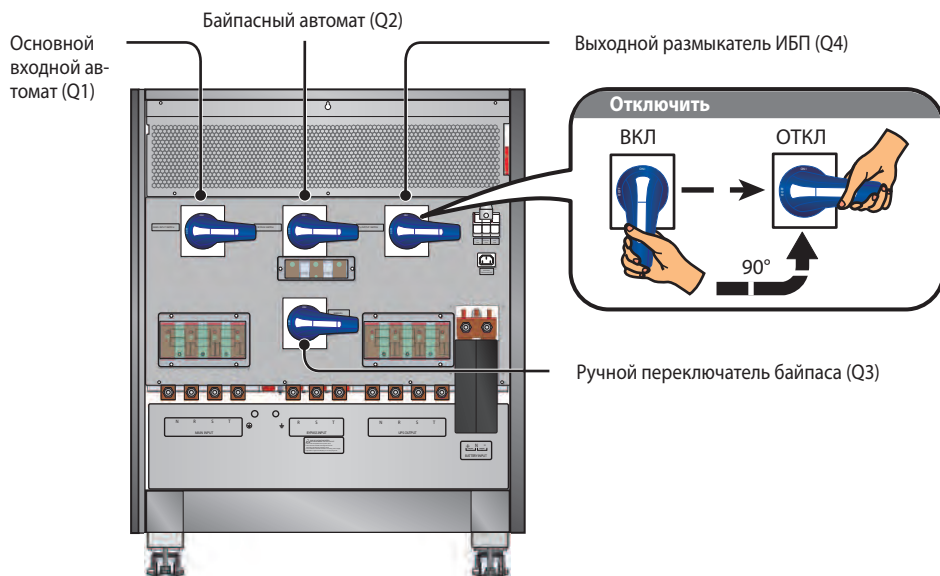

Рис. 5-1. Местоположение выключателей, выполнение операции отключения
5. Убедитесь, что основной входной автомат (Q1), байпасный автомат (Q2), ручной переключатель байпаса (Q3) и выходной размыкатель ИБП (Q4) находятся в положении **ОТКЛ.** Их местоположение показано на **Рис. 5-1.**